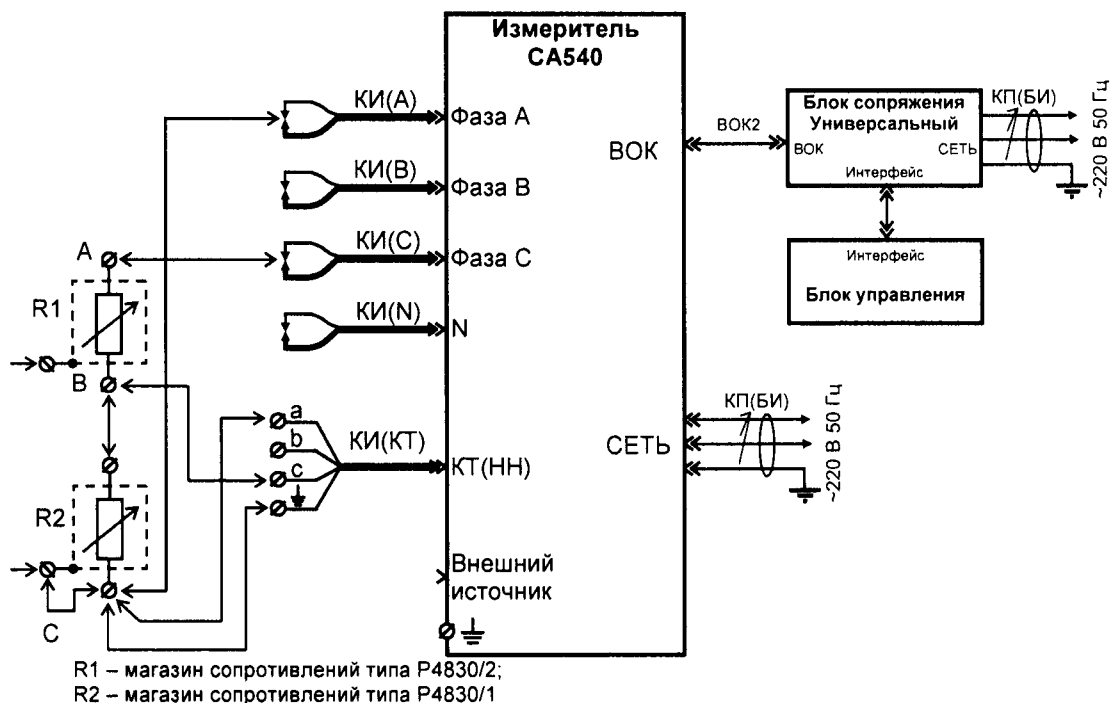

Рисунок 8.28
8.12.49 Подключить вывод "а" кабеля КИ(КТ) к точке "В" делителя, а вывод "с" кабеля КИ(КТ) – к точке "С" (рисунок 8.28).